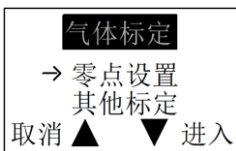

图 26
1) 进入“气体标定”子菜单界面，选择“零点设置”，按“确定”键确认并进入。(图 26)